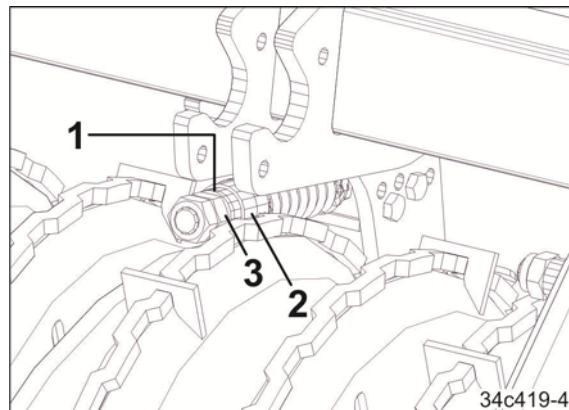

Fig. 165
2. Introduceți 1 până la 2 șaibe de egalizare (Fig. 165/1) între bucșa (Fig. 165/2) și piulița hexagonală (Fig. 165/3).